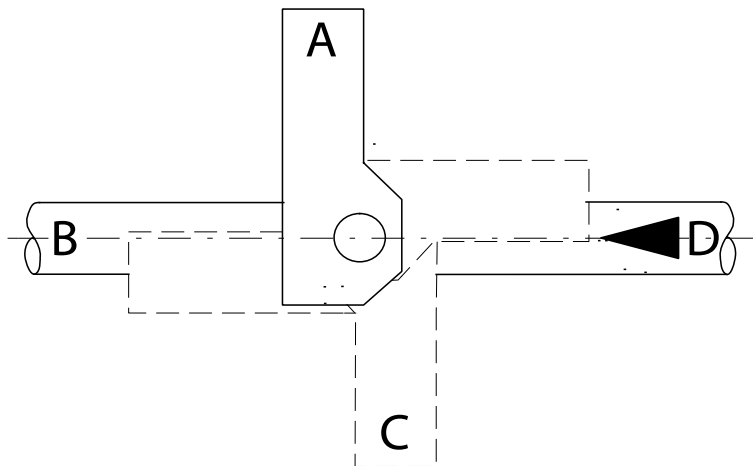

Fig.5-6 Ställdonets monteringslägen.
5. Montera ställdonet i önskat läge (position A, B, C eller D) (→ Fig.5-6). Pressa försiktigt ner donet mot ventilen och fixera donet med skruvarna (→ Fig.5-5/6). Vid behov knacka försiktigt ner donet med hjälp av en plast- eller gummiklubba.